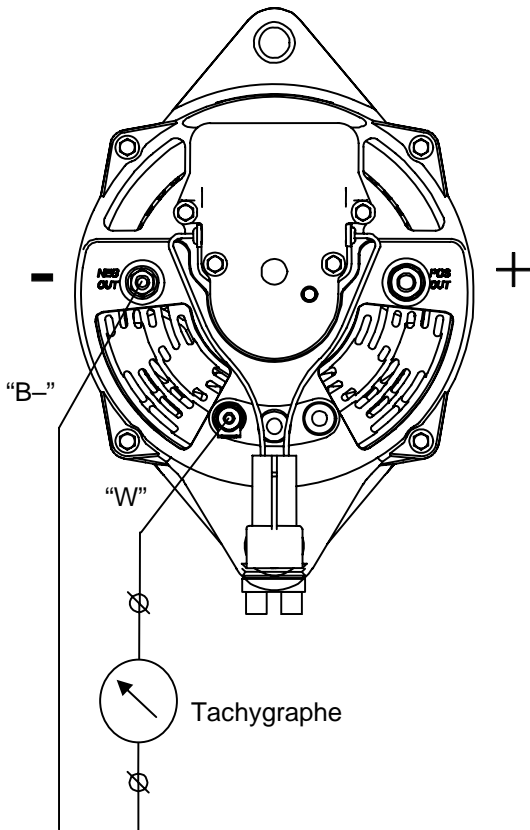

Figure 9 : Connexion d'un tachygraphe (la position des bornes peut différer). Voir ANNEXE (APPENDIX), Figures A-6 à A-9).
- 7 Voir référence ⑦. Attacher la sonde de température à la batterie et connecter le connecteur RJ12 au régulateur Alpha Pro, tel qu'indiqué.
Si vous utilisez un tachygraphe, le connecter entre la borne W de l'alternateur (voir référence ③) et la borne B- de l'alternateur (ou le pôle négatif de la batterie. Voir Figure 9.